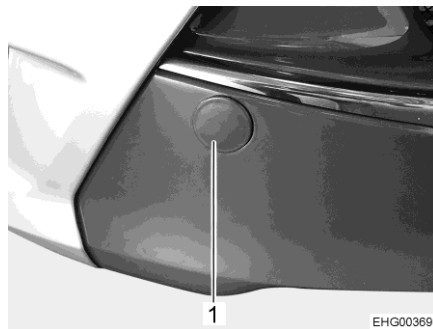

Bild 40 Skydd för bogseröglans fäste
- Tag bort plattan (Bild 40,1).